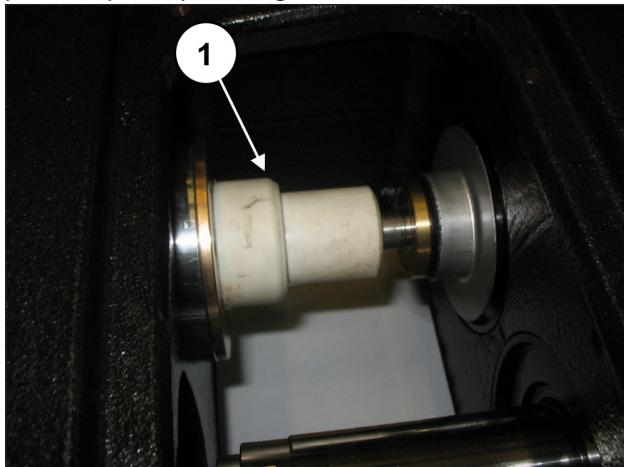

Fig. 141
Insira a ferramenta tampão no. 27516600 entre a guia do pistão e o pistão (pos. ①, Fig. 141).